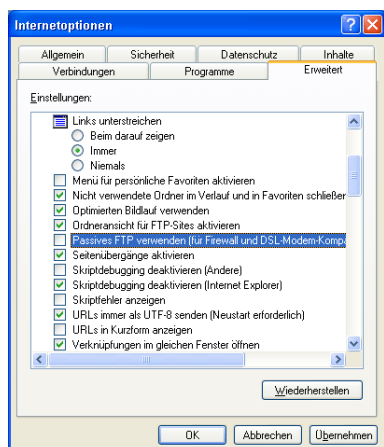

Abb. 3.13: Einstellung „Passives FTP verwenden“
- „Passives FTP verwenden (für Firewall und DSL-Modem-Kompatibilität verwenden)“ darf **nicht** aktiviert sein (siehe Abb. 3.13)